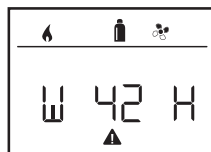

Figure 34
**i** Dans ce cas, la panne dans la pièce de commande Truma CP plus VarioHeat n'est pas acquittée et le symbole d'avertissement (figure 34 - 1) reste. L'appareil reste en état de panne. D'autres appareils raccordés peuvent être utilisés.
- Avec le bouton rotatif/poussoir, sélectionner le symbole d'avertissement (figure 34 - 1).